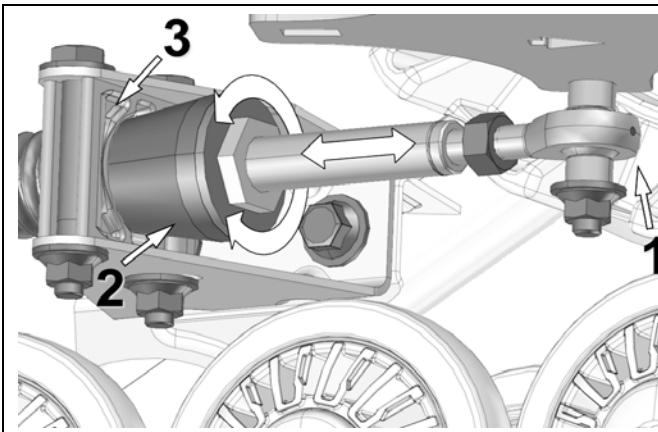

Abbildung 19
- Drehen Sie die Mutter des Stabilisierungsarms, um die Länge des Stangenkopfes (1) einzustellen und dafür zu sorgen, dass der Gummikegel/Gummidämpfer (2) leichten Druck auf die Verdrehsicherungs-Halterung (3) ausübt. Siehe Abbildung 19.